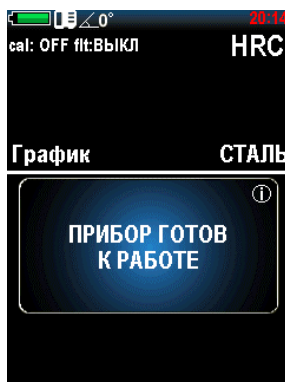

Рисунок 2.14 – Установка угла
- » выбрать нужную шкалу (Роквелла С (HRC), Роквелла В (HRB), Бринелля (HB), Виккерса (HV), Роквелла В (HRB), Шора (HS), Либа (HL), измерения предела прочности ( $\sigma$ ) на растяжение изделий из углеродистых сталей перлитного в соответствии с ГОСТ 22761-77 (МРА), пользовательскую (U1, U2, U3)).
8. Нажмите клавиши «» или «», чтобы установить угол измерения. Фиксированный угол отображается в верхней части дисплея (рис. 2.14). Угол 0 градусов соответствует вертикальному положению датчика, спусковой кнопкой вверх.